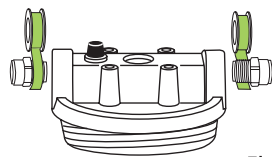

Figura 4
- 6** Envuelva cinta Teflon® (2-1/2 vueltas) hacia la derecha alrededor de los conectores a presión de 3/8" e instálelos en el cabezal del filtro (Figura 4).